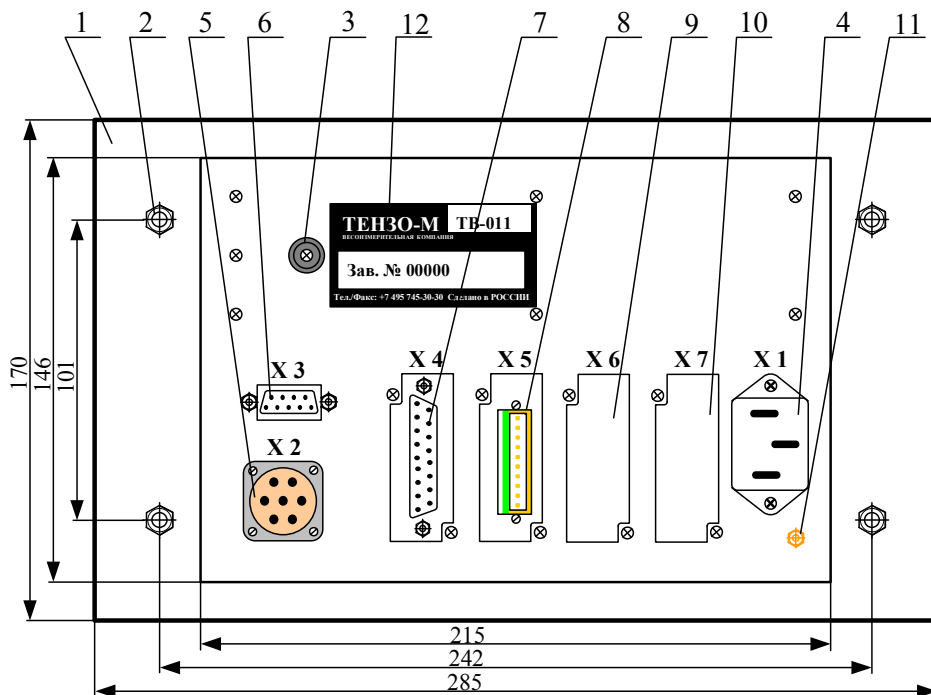

Рис. 1.2 Вид с тыльной стороны
*Воизбежание поражения электрическим током, подключение к сети ~220В должно производиться через розетку, имеющую контакт защитного заземления. При отсутствии розетки с защитным заземлением, перед включением преобразователя ТВ-011, подвести провод защитного заземления к специальной клемме на задней стенке преобразователя ТВ-011 (поз. 11, см. рис. 1.2).*